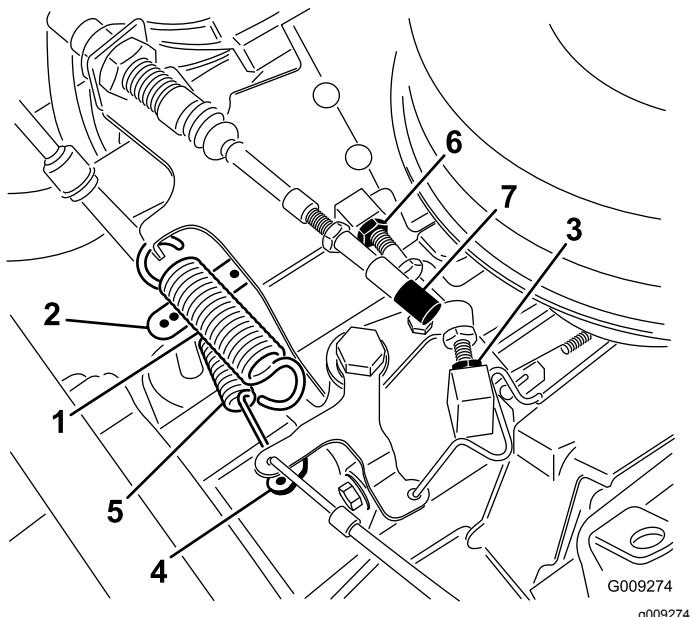

Figura 59
2. Con el muelle de retorno instalado, sujeté el brazo del regulador del motor hacia el lado del operador de la máquina y ajuste el tope de ralentí bajo hasta que obtenga una distancia de 0.25 mm – 1.25 mm (0.01"–0.05") entre el diámetro exterior del taladro de la palanca del acelerador y el interior del gancho del muelle del regulador (Figura 59).